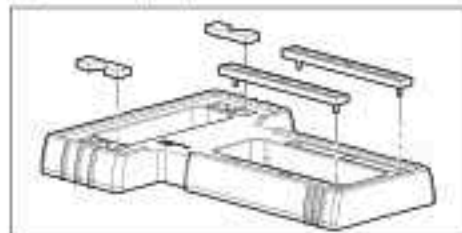

Figure 7. Encastrement des entretoises en place
- Aligner les broches des quatre entretoises avec les trous de la base. Enclencher les entretoises au placé (Figure 7).